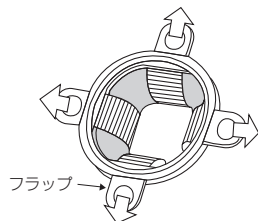

図5
10. 体表リングを持ち、体内リングが腹壁または胸壁に密着するまで持ち上げた後、体表リングが体表に接触するまでフラップを引っ張る。(図5)